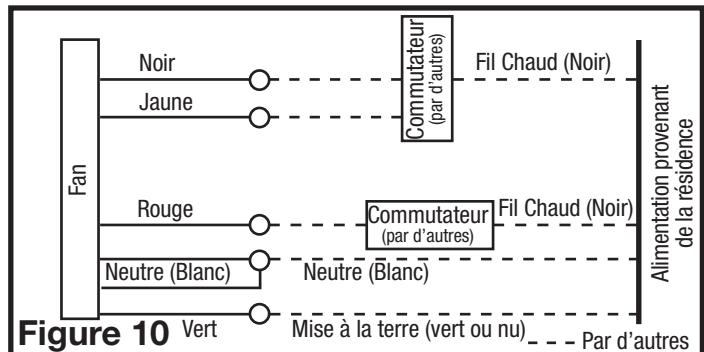

Figure 10
- 3c. De là où vous avez choisi d'accéder à la boîte de raccordement du ventilateur, raccordez le fil blanc de la maison aux deux fils blancs du ventilateur. Connectez un fil chaud (Noir) de l'interrupteur mural au fil noir du ventilateur (c'est le contrôle automatique du ventilateur). Connectez le deuxième fil chaud (Rouge) du ventilateur (c'est le contrôle manuel de la marche). Connectez le troisième fil chaud (Violet) de l'interrupteur mural au fil Violet du ventilateur (c'est le contrôle de la lumière de nuit). Connectez le quatrième fil chaud (Jaune) de l'interrupteur mural au fil jaune du ventilateur (c'est le contrôle de la lumière principale). Connectez le fil de terre (vert ou cuivre nu) de la maison au fil vert du ventilateur (**Figure 10**). Utilisez des méthodes approuvées pour toutes les connexions.